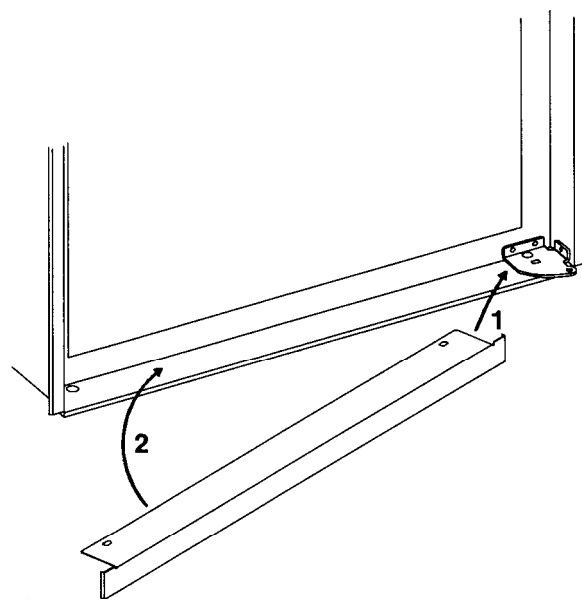

FIG. 3
1. Installez la baguette inferieure en la glissant sous la charniere basse (voir Fig. 3). La charniere basse peut être soit à droite soit à gauche selon le sens d'ouverture de la porte.